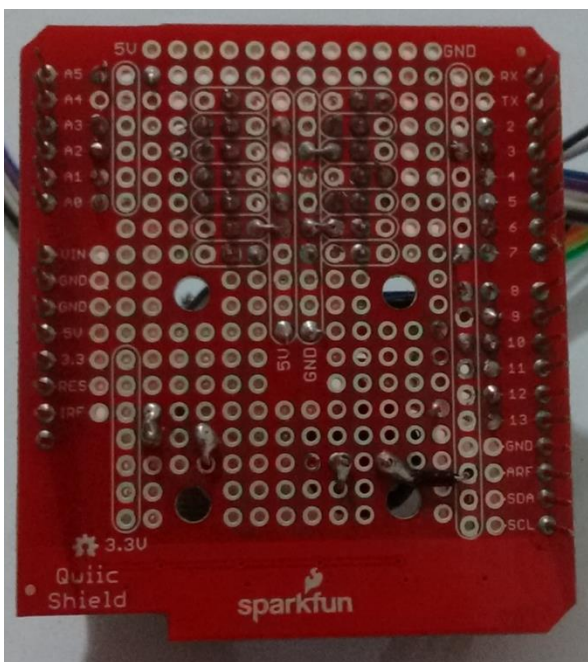

Figura 38 - Detalhe da Shield com componentes e cabos soldados (vista inferior).
6. Soldar dois conectores KK 7 vias macho à Shield conforme Figura 37 e Figura 38